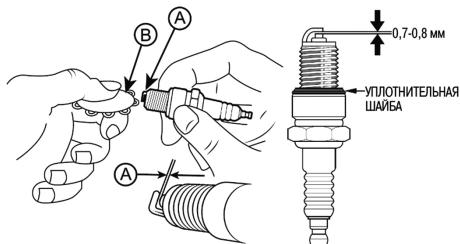

Рис. 23 Проверка зазора между электродами
4. Измерьте зазор А между электродами свечи зажигания специальным щупом В. Зазор А должен быть 0,7–0,8 мм (Рис. 23). При увеличении или уменьшении требуемого зазора, рекомендуется заменить свечу, так как регулировка зазора может привести к изменению качества искрообразования.